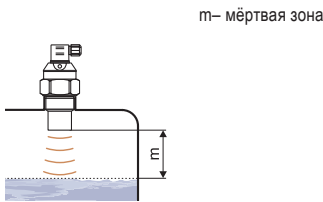

Рис. 2: Мёртвая зона измерителя уровня
- В связи с принципом измерения не могут анализироваться сигналы, **отражённые** в области непосредственно под измерителем уровня (т.н. мёртвая зона). **Мёртвая зона** (рис. 2) определяет минимальное возможное удаление между измерителем уровня и максимальной высотой поверхности. Минимальное удаление среды приведено в главе "Основные технические данные".